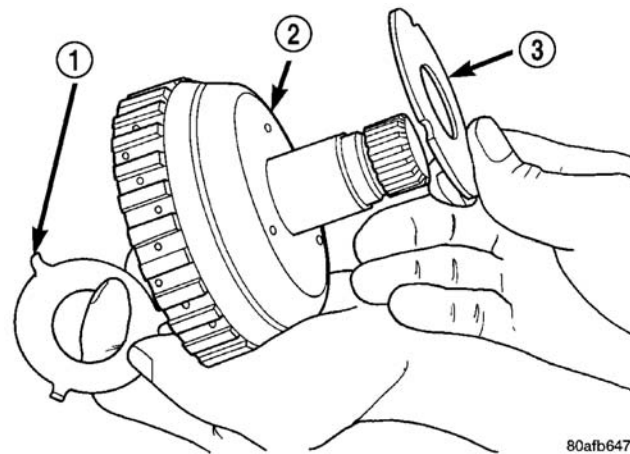

图 236 3 号和 4 号止推垫圈
(10) 拆卸和检查 3 号和 4 号止推垫圈（图 236）。